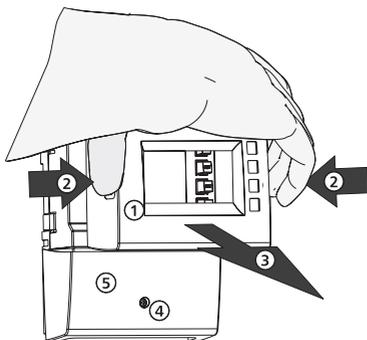

Fig. 1 : Retrait du capot avant
- Saisissez le capot avant ① par les encoches latérales ② et tirez-le vers l'avant ③ (fig. 1).
1. Desserrez la vis ④ (fig. 1).
2. Retirez le cache-bornes ⑤.